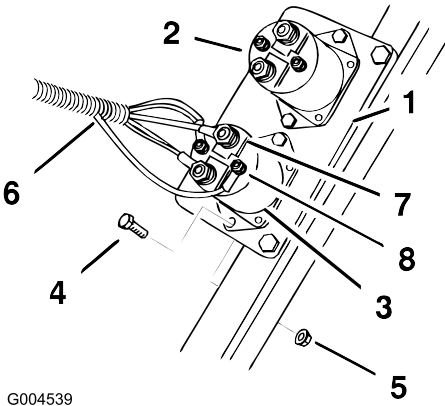

Figura 7
2. instale o solenóide na placa existente utilizando dois parafusos (#10 x 3/4 pol.) e duas porcas (#10) como se mostra em Figura 7.